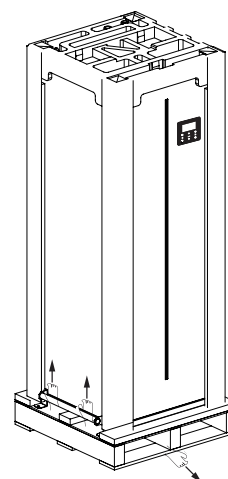

Fig. 2-4
- Echipamentul de ridicat tabla trebuie susținut de patru persoane, iar una dintre acestea trebuie să tragă baza din lemn (consultați Fig. 2-4).